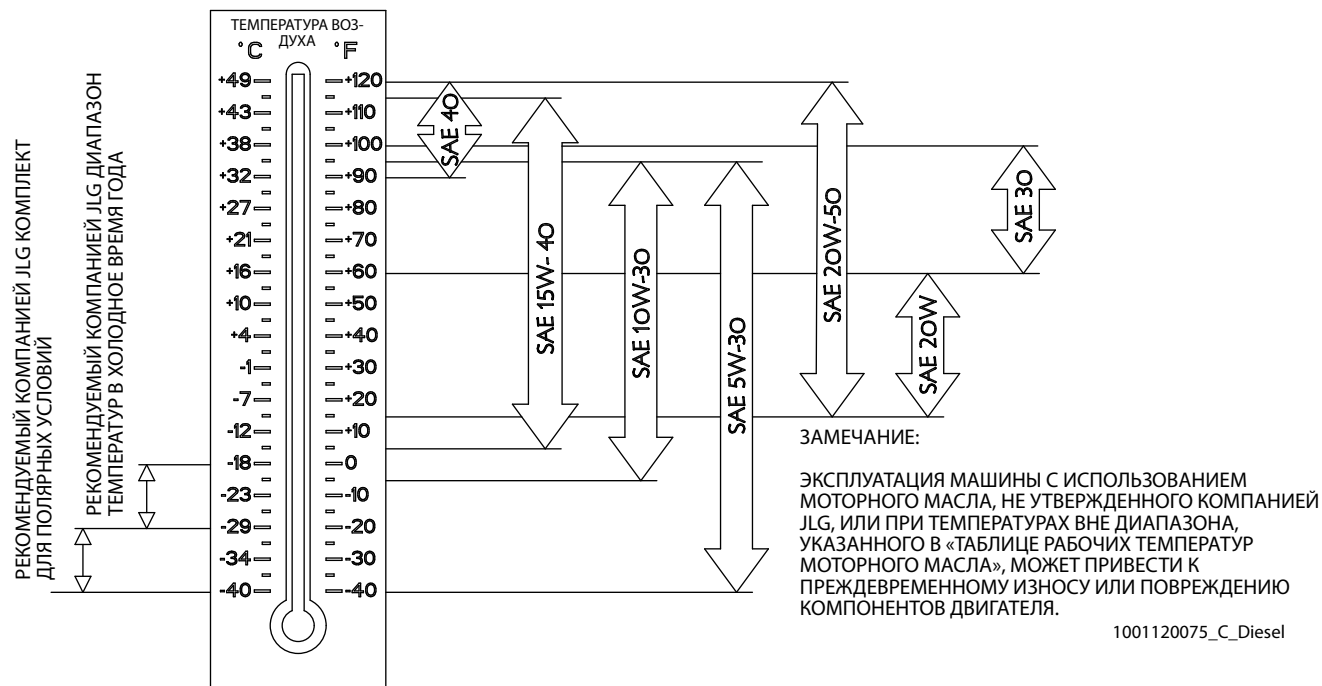

Рис. 6-3. Технические характеристики рабочей температуры двигателя — Kubota
- Смазка — EO — минимум API CF (информацию о вязкости см. на Рис. 6-3.)
- Проверяйте уровень масла ежедневно, поддерживайте в отмеченном диапазоне (1) / производите замену в соответствии с указаниями, приведенными в руководстве по эксплуатации двигателя.